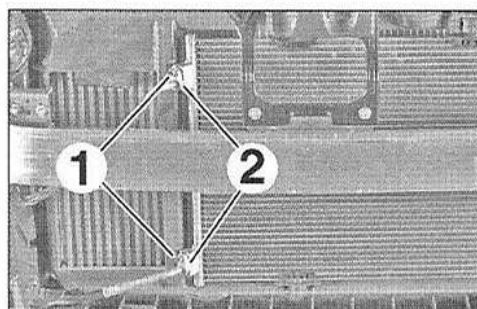

FIG.28
- Déposer les écrous (1) (Fig.28).
- Désaccoupler les raccords (2).